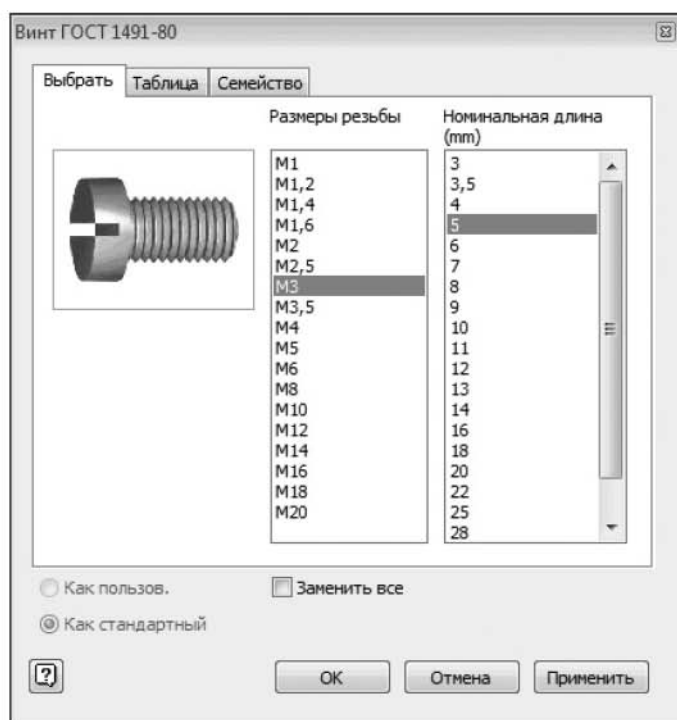

Рис. 9.87. Изменение параметров винта
18. При необходимости измените параметры винта (диаметр **3 мм**, длина **5 мм**). Для этого в браузере щелкните правой кнопкой мыши на имени компонента и выберите в контекстном меню команду **Изменить размер** , в результате чего появится диалоговое окно (рис. 9.87), внизу которого не забудьте установить флажок **Заменить все**.